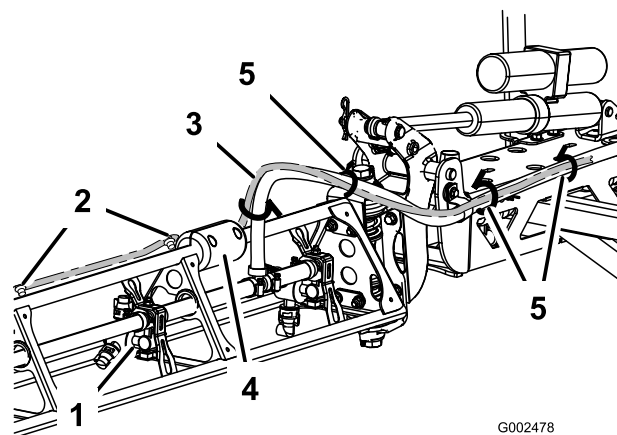

Figura 4
6. Encaminhe o cabo do sensor pelo topo do suporte da rampa até ao bloco de deslocamento (Figura 4). Fixe-o ao topo da rampa utilizando as braçadeiras fornecidas.
7. Encaminhe o cabo do sensor por baixo do bloco de deslocamento até ao tubo de alimentação e para a estrutura da rampa central. Prenda a cablagem ao tubo da rampa com as braçadeiras (Figura 4).